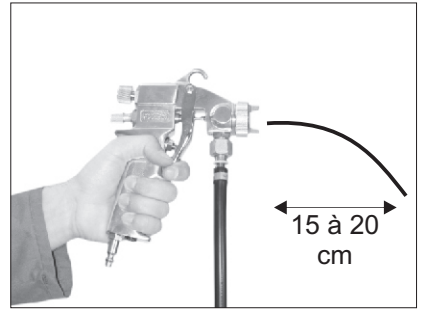

Fig. 15
- Appuyer sur la gâchette du pistolet jusqu'à obtenir un jet de 15 à 20 cm (Fig. 15).